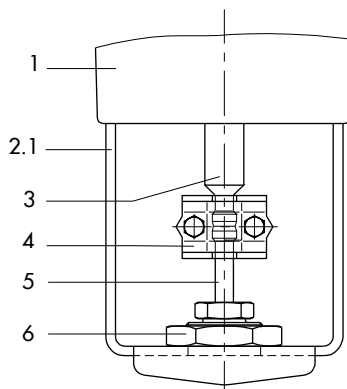

Bild 11: Anbau · Ausführung mit integriertem Joch
- ⇒ Vgl. Bild 11.
1. Transportschutz entfernen und Mutter (6) am Ventil abschrauben.
2. **Antrieb ohne Sicherheitsfunktion:** Antriebsstange (3) einfahren (vgl. Kap. 8.2.1).